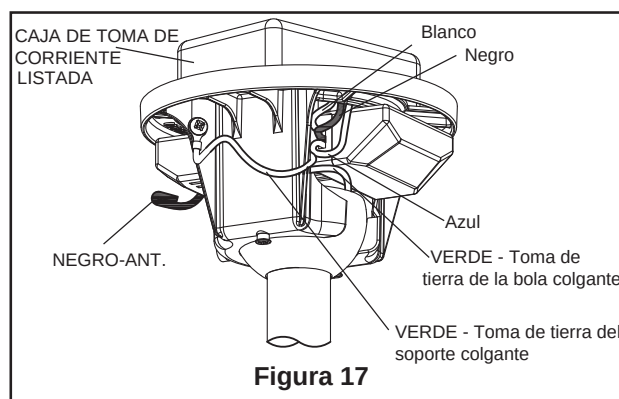

Figura 17
- ☐ 6. Una vez haya hecho las conexiones, coloque los cables hacia arriba y empújelos cuidadosamente hacia dentro de la caja de la toma de corriente, poniendo los cables blancos y verdes a un lado de la caja y los negros hacia el otro lado. (Figura 17)